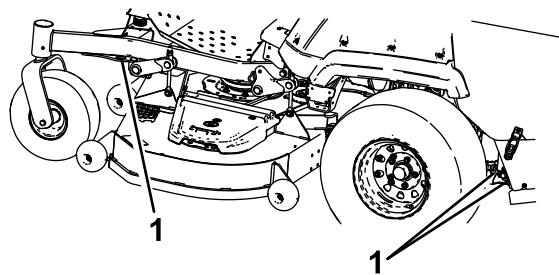

Figure 35
6. Arrimez la machine près des roues pivotantes avant et du cadre arrière à l'aide de sangles, chaînes, câbles ou cordes (Figure 35). Reportez-vous à la réglementation locale concernant les exigences en matière d'arrimage.